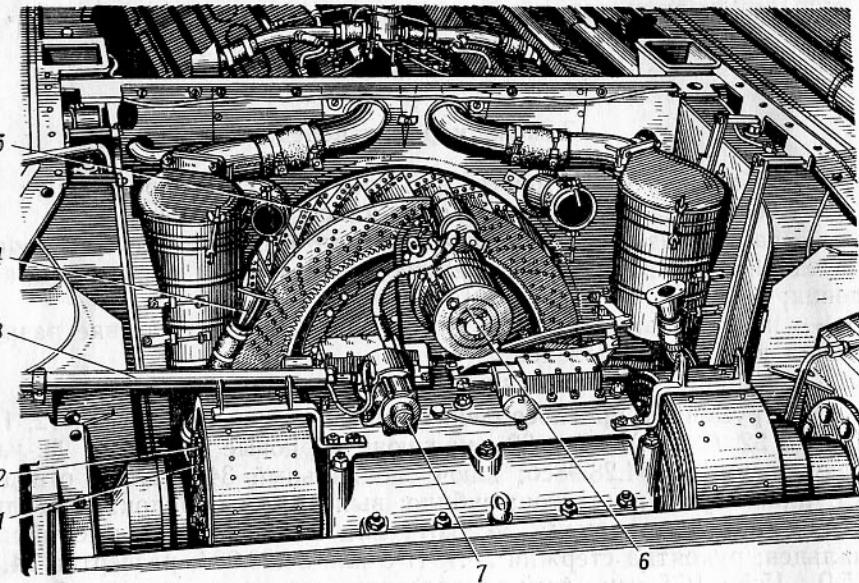

Рис. 17. Трансмиссионное отделение:
му листу. Вывернуть болты крепления патрубков 4 (рис. 17) отсока пыли к выпускным трубам. Снять выпускные трубы.
23. Расшплинтовать и вывернуть болты 2 (рис. 17) крепления фланцев бортовых передач к ведомым барабанам бортовых фрикционов.
10. Рукой повернуть восемь регулировочных болтов 1 (рис. 17) во фланцах бортовых передач до упора их в обойму подшипника, после чего отвернуть на один оборот и законтрить гайками. Гайки застопорить шайбами, а болты зашплинтовать проволокой.
24. Уложить и закрепить болтами трубу 3 (рис. 17) с проводами к картеру коробки передач и к левому борту корпуса.